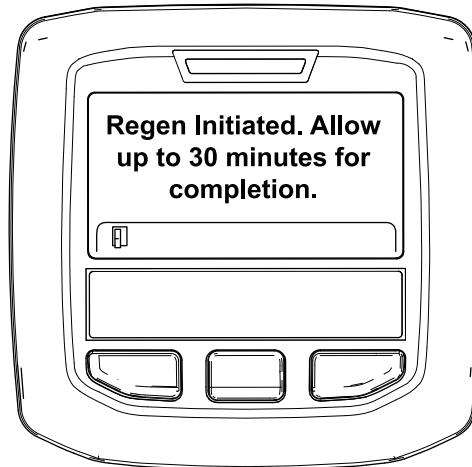

図 38
- 再生許可の場合には Regen Initiated 再生を開始しましたと表示。再生が終了するまで、最大 30 分間が必要。終了まで待つ図 38。